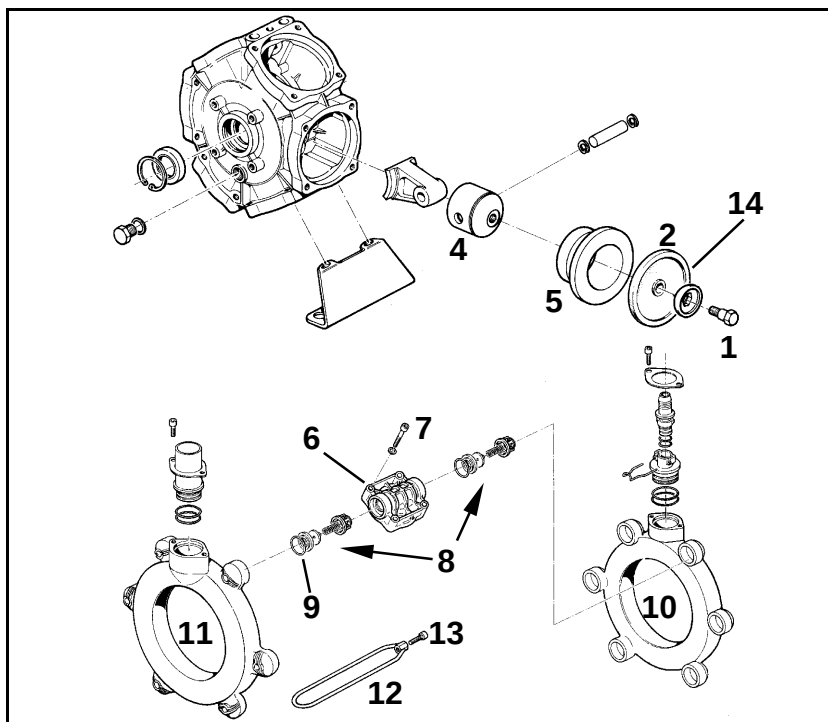

Fig. 224
- Fijar la membrana al émbolo (Fig. 224/2) con el disco de soporte (Fig. 224/3) y el tornillo (Fig. 224/1) de tal manera (Fig. 224/4) que el borde (Fig. 224/14) muestre hacia el lado de la culata (Fig. 224/6).
- Apretar los tornillos (Fig. 224/13) imprescindiblemente en forma cruzada con el par de apriete indicado. Apriete inadecuado de los tornillos causa tensiones y por lo tanto falta de estanqueidad.
1. Aflojar el tornillo (Fig. 224/1) y quitar la membrana de émbolo (Fig. 224/2) junto con el disco de sostén (Fig. 224/3) del émbolo (Fig. 224/4).
3. Extraer el cilindro (Fig. 224/5) de la carcasa de la bomba..
6. Colocar el cilindro (Fig. 224/5) en la carcasa de la bomba.
7. Montar la membrana de émbolo (Fig. 224/2).
8. Abridar la culata (Fig. 224/6) a la carcasa de la bomba y apretar los tornillos (Fig. 224/7) uniformemente en cruz.
9. Montar los grupos de válvulas (Fig. 224/8) después de la comprobación y limpieza.
10. Colocar nuevos anillos toroidales (Fig. 224/9).
11. Abridar el de aspiración - (Fig. 224/10) y el tubo de presión (Fig. 224/11) a la carcasa de la bomba y montar el estribo de sujeción - (Fig. 224/12).
12. Apretar los tornillos (Fig. 224/13) en forma cruzada con un par de apriete de **11 Nm**.